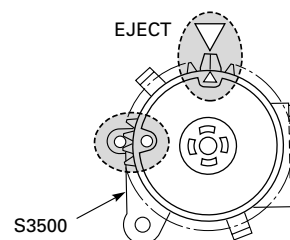

Fig. 6
- Funktionswahlschalter S3500 durch Drehen des Zahnrades in die Laufwerkposition Eject bringen (Fig. 6).
- Set the mode switch S3500 to Eject mode by turning the gear wheel (Fig. 6).